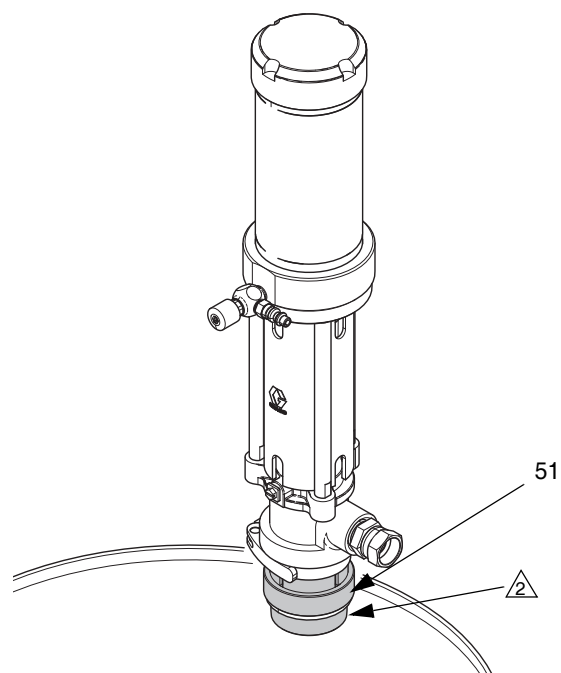

ABB. 7
4. Innendurchmesser und Gewinde des Spundlochadapters einfetten. Dichtung auf korrekten Sitz prüfen und Spundlochadapter (51) sicher in das Spundloch der Tonne schrauben. Pumpe durch den Adapter einführen und sichern. Siehe ABB. 7.